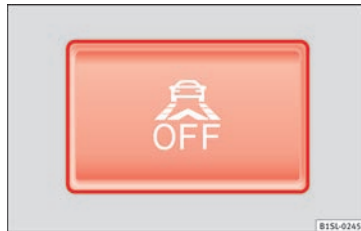

Fig. 155 Sur la partie inférieure de la console centrale : touche de la fonction d'assistance au freinage en ville.
» fig. 155.
Activer la fonction d'assistance au freinage en ville à l'aide du bouton » fig. 155.
- Appuyez sur la touche » fig. 155 de la console centrale.